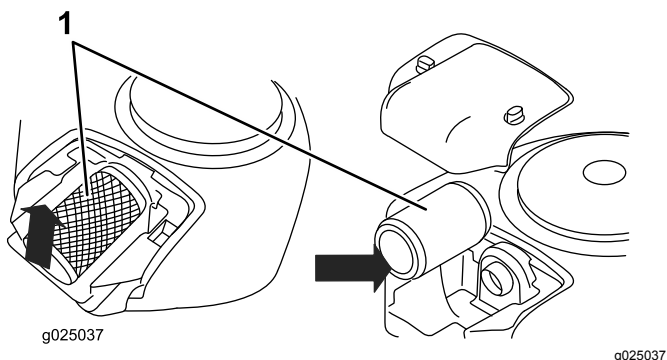

Figura 23
1. Manopola (2)
3. Sollevate l'estremità del filtro per rimuoverlo (Figura 23).